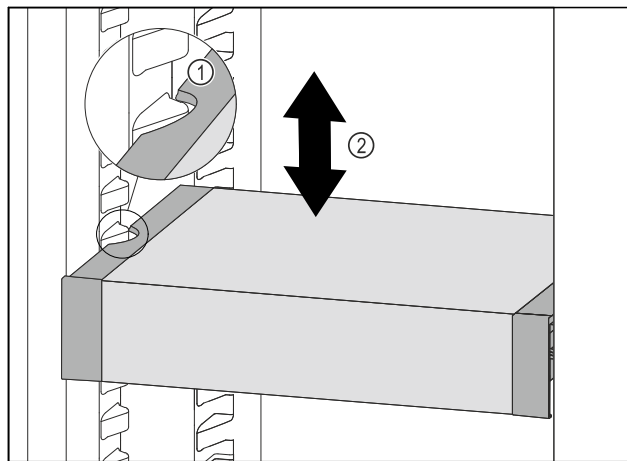

Fig. 63
- ▶ VarioSafe ťahajte dopredu, dokým sa bočné vybrania VarioSafe nebudú nachádzať vo výške rebra nádoby v chladničke. Fig. 63 (1)
- ▶ VarioSafe v chladničke presúvajte nahor alebo nadol, dokým sa dosiahne požadovaná výška. Fig. 63 (2)